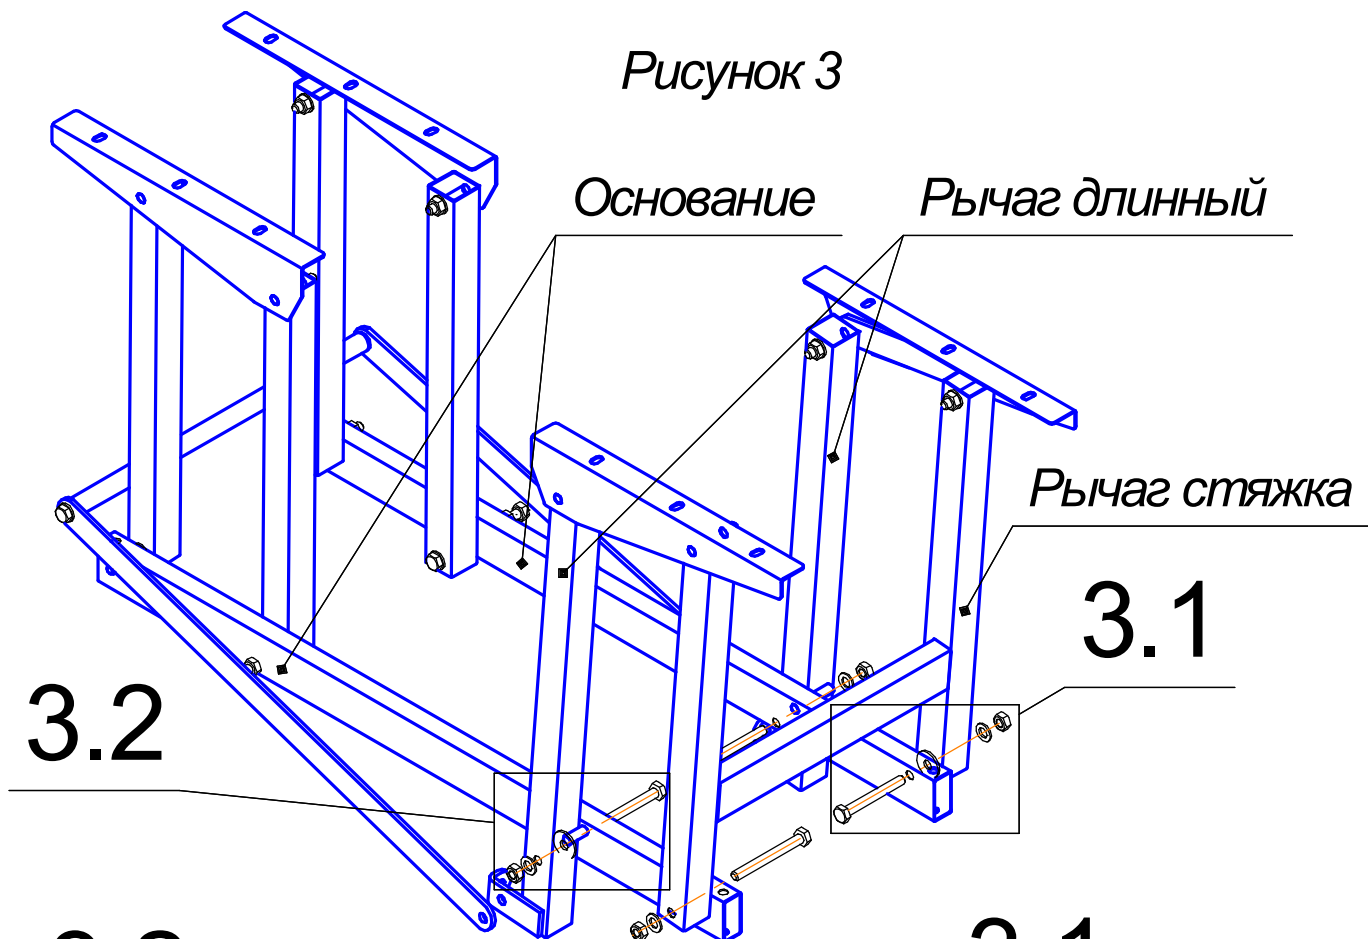

Рисунок 3
1.1 Зафиксировать рычаги узла У2 на основаниях болтами М8х65, проставив шайбы 8 (рисунок 3). Между рычагами и основанием устанавливается увеличенная шайба 8. Закрутить самоконтрящиеся гайки М8, обеспечив при этом подвижность рычага стяжки. Все подвижные соединения, скрепляемые самоконтрящейся гайкой, должны быть затянуты, но при этом обеспечивать свободную работу элементов механизма (без усилия).